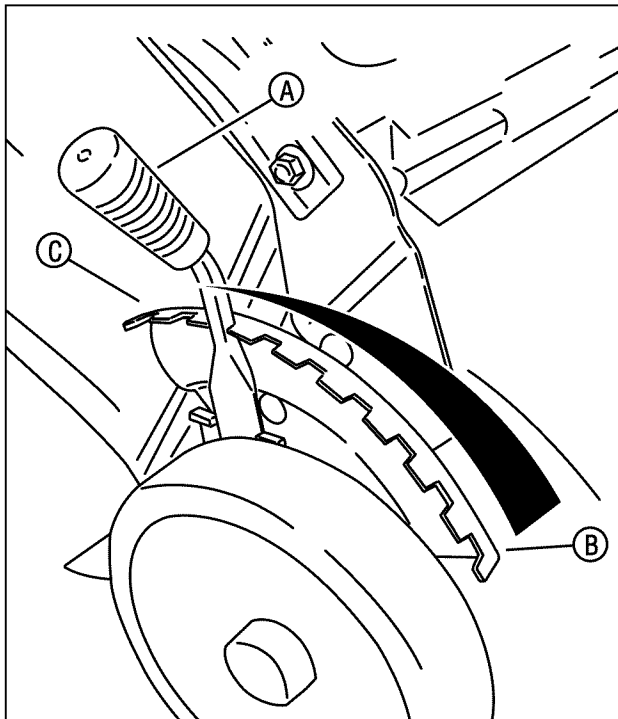
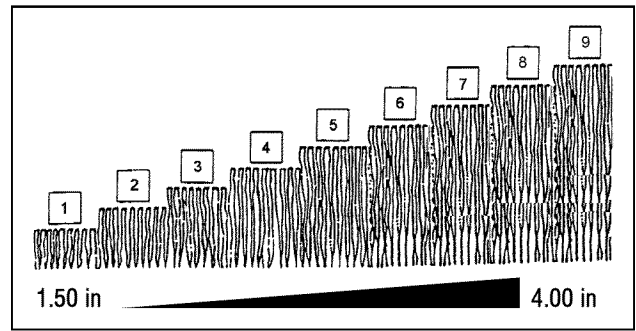

Figura 6: Ajuste de la altura de corte
Figura 7: Valores de ajuste de la altura de corte (aproximados)
1. Hale hacia afuera la palanca de ajuste de altura (A, Figura 6), y mueva hasta la altura de corte deseada. La posición de corte más alta es la ranura 9 (B; además vea la Figura 7). La posición de corte más baja es la ranura 1 (C).